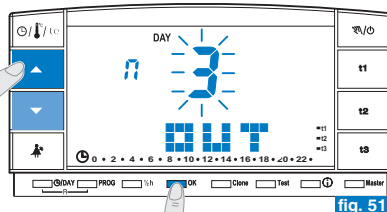

fig. 51
- En la pantalla aparece el mes actual parpadeando. Con las teclas   configurar el mes en el que se desea activar el programa Holiday (salir de la vivienda); confirmar pulsando la tecla **OK** (fig. 51).